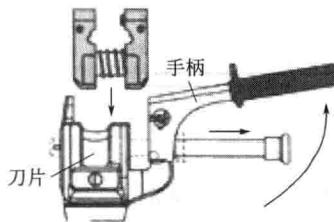
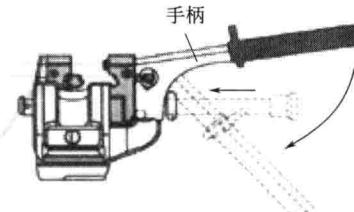
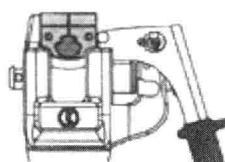

图 1-2 模具安装
图 1-3 关闭模具
图 1-4 锁定位置
- ① 用于切割接触线的模具：选择适合接触线的模具，模具截面与接触电线截面相匹配。
- ② 将模具安装到接触线端部（图 1-2）。将接触线放入模具，使刀片对齐所要切割的点。通过卡销锁死模具，扳动锁定手柄，关闭模具（图 1-3），直到自动“锁定”位置并将接触线完全夹住（图 1-4）。